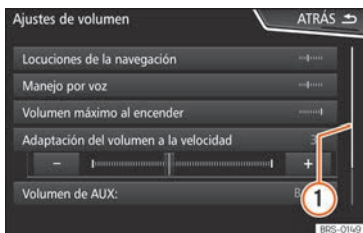

Fig. 193 Entradas de una lista de un menú de ajustes.
La barra de desplazamiento se muestra a la derecha y su tamaño depende de las entradas de la lista » **fig. 193** ①.